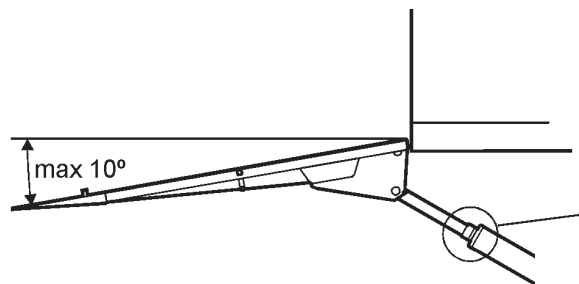

Abb.42. Der Neigungswinkel muss auf max. 10° eingestellt werden
1. Fahren Sie die Ladebordwand nach oben, bis sie an der Ladefläche anliegt. Abb.42.
3. Neigen Sie die Plattform bis max. 10 Grad unter die Horizontalebene ab. Abb.42.